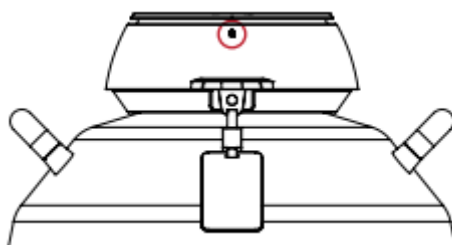

Figura 2-7 Ranura para Llave de Emergencia
- 1) Inserte la llave en la ranura para la llave de emergencia, tal y como se muestra en la Figura 2-7.